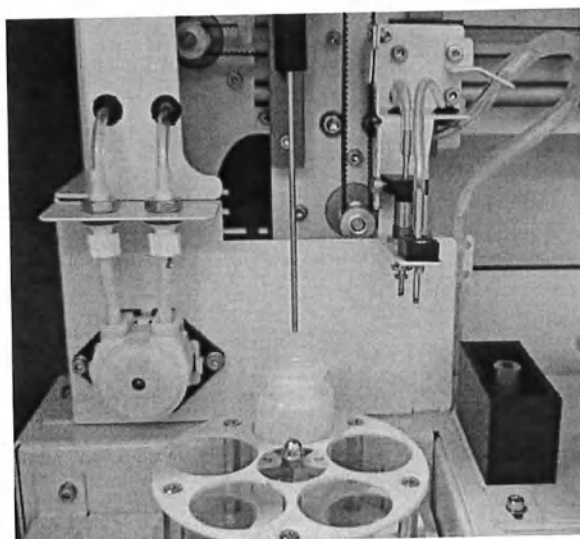
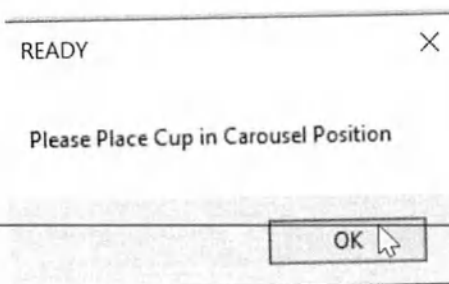

Рисунок 63
Рисунок 64
9.5.7.10 Если вы нажмете кнопку «Шприц / Syringe», зонд переместится в положение «Common : Carousel» [Рисунок 63], и появится сообщение ниже [Рисунок 64].
9.5.7.11 Поместите трубку в положение карусели и нажмите кнопку «ОК» [Рисунок 64].